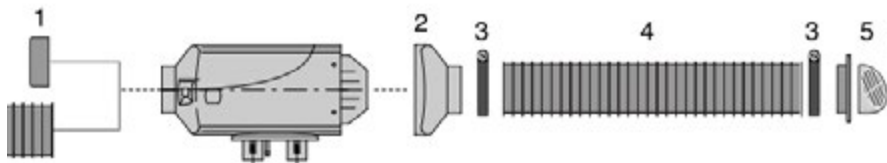

Fig. 28
- Coloque una rejilla protectora **fig. 28** (1) en la entrada de aire de calefacción, así como en la salida de aire de calefacción del calefactor, para evitar lesiones por el rodete o quemaduras por contacto con el intercambiador de calor.